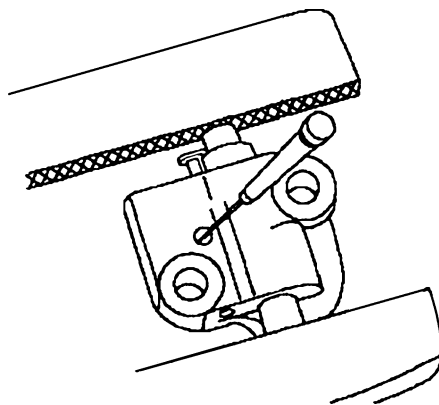

图 11-24 释放张紧器棘爪
9) 用合适的工具，把左侧正时链条张紧器的棘爪锁止机构从棘爪上移开，如图 11-24 所示。